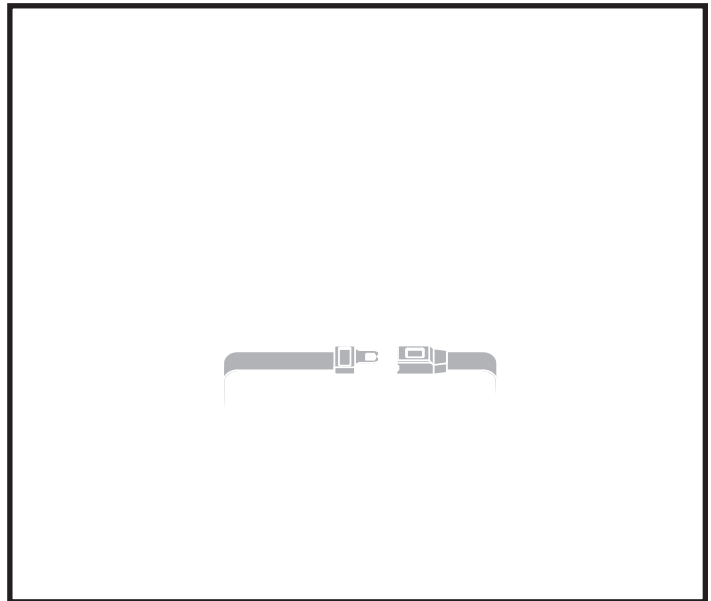

Bild 14. Einstellung des Haltegurts
Ihr Elektrorollstuhl ist unter Umständen mit einem Haltegurt ausgerüstet, der zum Komfort des Bedieners verstellt werden kann. **Siehe Bild 14.** Der Haltegurt ist dazu entwickelt, den Bediener zu stützen, so dass dieser nicht den Sitz herunter oder nach vorne rutscht. Der Haltegurt ist nicht zum Gebrauch als Rückhalteeinrichtung geeignet.
1. Nach dem Einsetzen stecken Sie die Metallasche an einer Seite des Gurtes in das Plastikgehäuse auf der gegenüberliegenden Seite, bis Sie einen Klick hören. **Siehe Bild 14.**